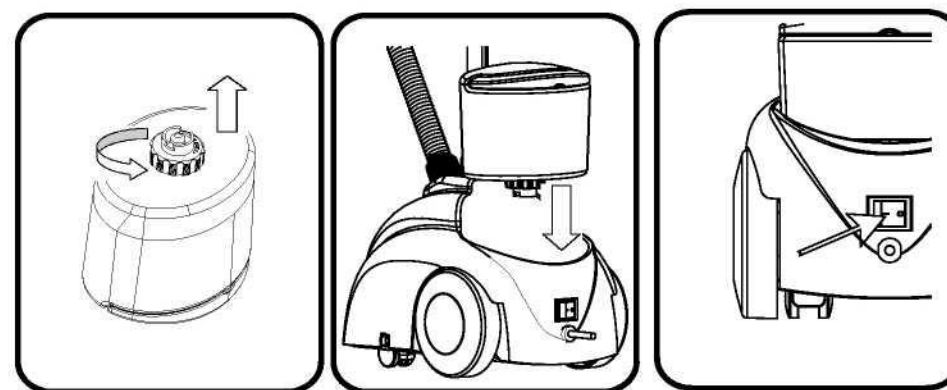

Рис. 6
- 3- Наполните бачок водой и заверните крышку на место. Рис. 6.